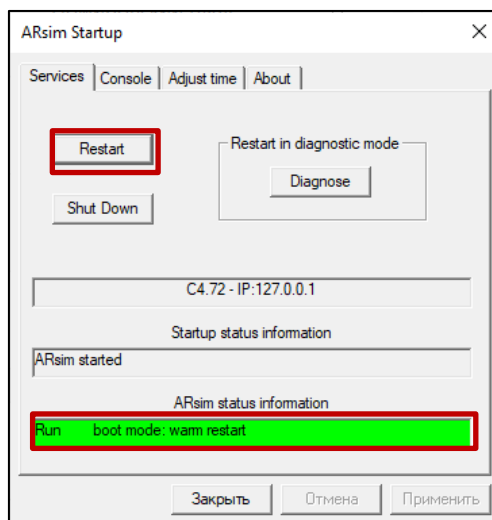

Рисунок 3. Виртуальный ПЛК в режиме «Run»
2. Запустить симулятор двойным нажатием. Убедится, что виртуальный ПЛК в режиме «RUN» (рисунок 3). Если в ПЛК не в режиме «Run», то нажать кнопку «Restart».